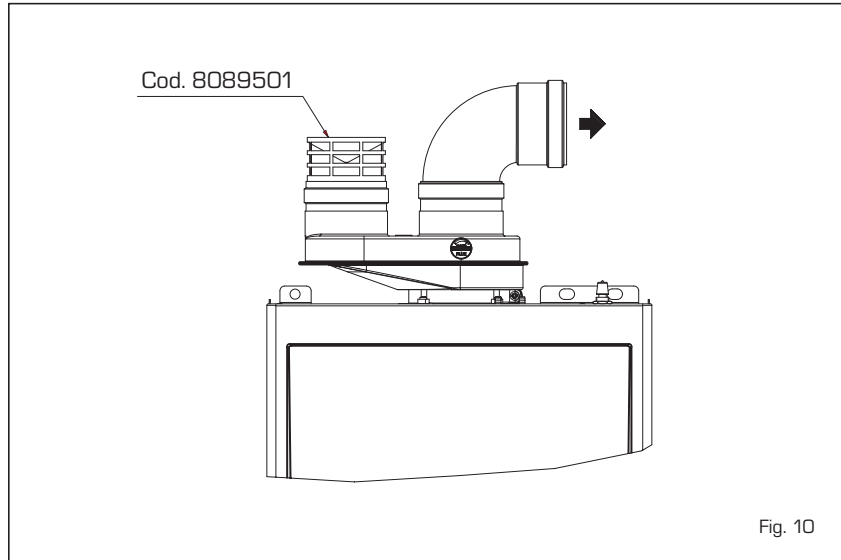

Fig. 10
2.9 DESCARGA FORZADA TIPO B22P-B52P (fig. 10)
Proteja la aspiración con el accesorio opcional cod. 8089501 (fig.10).